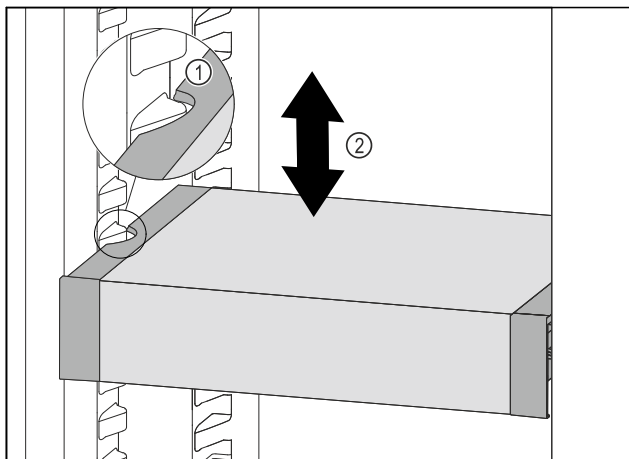

Fig. 105
- 向前移动 VarioSafe，直到 VarioSafe 两侧的凹槽与冷藏区中的容器肋梁持平。Fig. 105 (1)
- 在冷藏区中向上或向下移动 VarioSafe，直至所需高度。Fig. 105 (2)